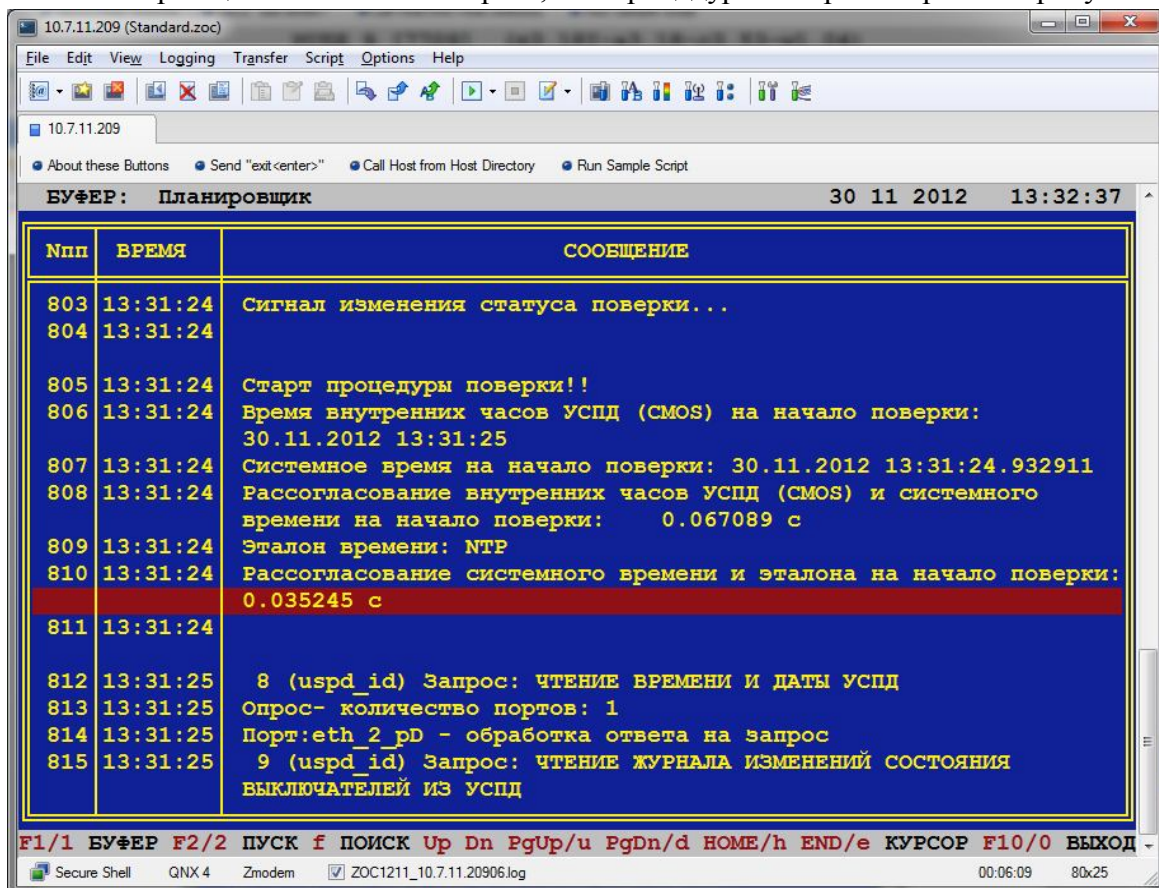

Рисунок 29
6.5.1.10. В планировщике можно посмотреть, что процедура поверки стартовала рисунок 29.